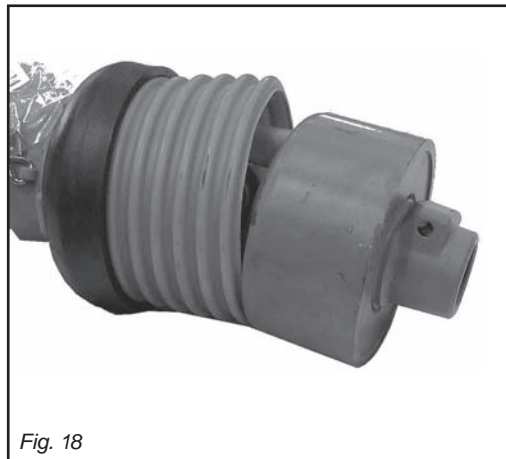

Fig. 18
Questo dispositivo (Fig. 18) serve per proteggere gli organi di trasmissione della macchina da sforzi e sovraccarichi eccessivi. Infatti in caso di sovraccarico, la trasmissione di potenza viene interrotta. Il reinnesco avviene in modo automatico riducendo il numero di giri della presa di forza.
*This device (Fig. 18) protects the transmission components of the machine from stress and excessive overloads. Drive transmission actually stops in the case of an overload and is automatically engaged again by reducing the rpm rate of the PTO.*
*Ce dispositif (Fig. 18) sert à protéger les organes de transmission de la machine des efforts et des surcharges excessives. En effet la surcharge de puissance est interrompue. Le ré-enclenchement a lieu automatiquement en réduisant le nombre de tours de la prise de force.*
Diese Vorrichtung (Abb. 18) dient dazu, die Getriebeteile der Maschine vor zu großen Belastungen und Überlastungen zu schützen. Kommt es zu Überlastungen, wird die Leistungsübertragung nämlich unterbrochen. Das Wiedereinschalten erfolgt automatisch, wobei die Drehzahl der Zapfwelle verringert wird.